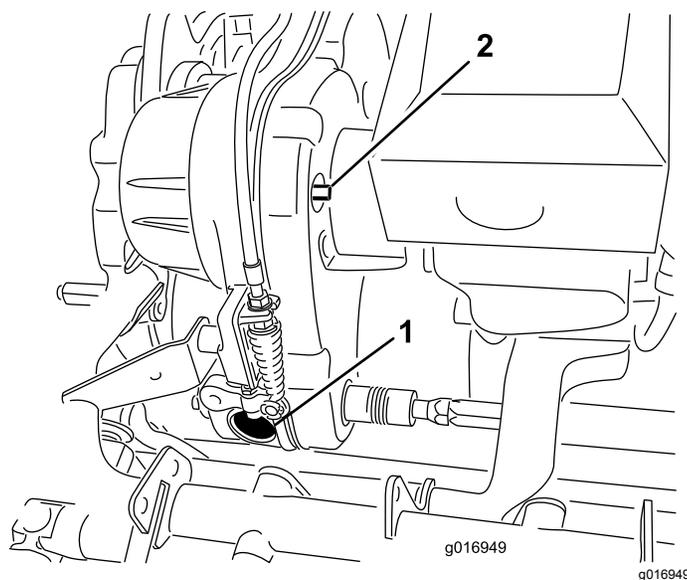
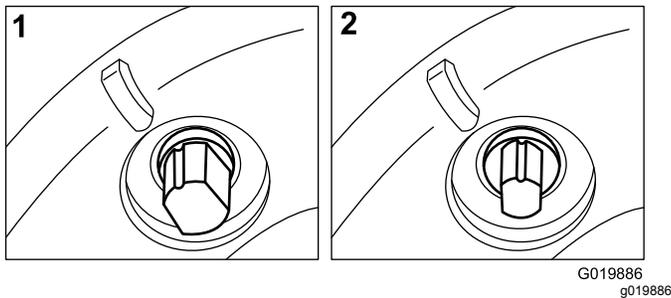

Figura 47
Figura 48
Retire a tampa de borracha (Figura 47) do orifício na parte da frente da transmissão para fazer a inspeção visual da embraiagem do cilindro ao fazer ajustes.
A correia de transmissão é apertada por uma polia intermédia da mola. Se a tensão da correia tiver de ser engatada/desengatada, utilize uma chave de aperto de $\frac{3}{8}$ pol. para rodar o eixo de engate/desengate (Figura 47) para a posição desejada. Rodar o eixo $\frac{1}{4}$ de volta no sentido dos ponteiros do relógio irá desengatar a polia da correia (Figura 48).
- Nota:** Retire a tampa de borracha (Figura 47) do furo na parte da frente da transmissão para ver a embraiagem do cilindro.